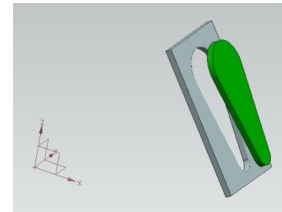

рис.16
- А если переместить деталь *обстановки*, то вы убедитесь, что наша связь действительно позиционно-зависимая (рис.16).